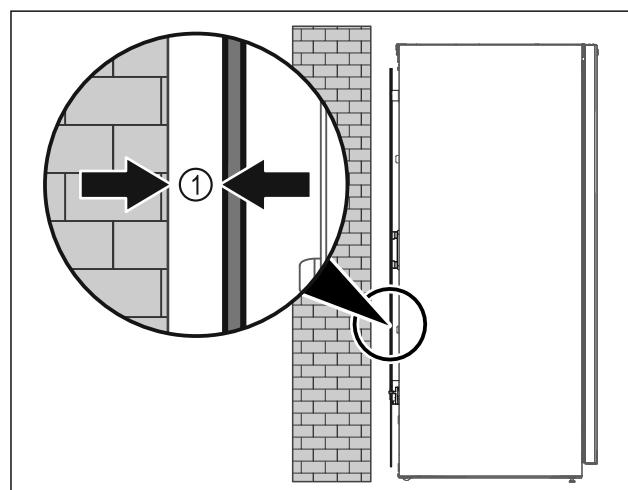

Fig. 6
- Aparat postavite na poljubno mesto v prostoru ali neposredno ob steno z minimalnim odmikom 5 mm Fig. 6 [1].